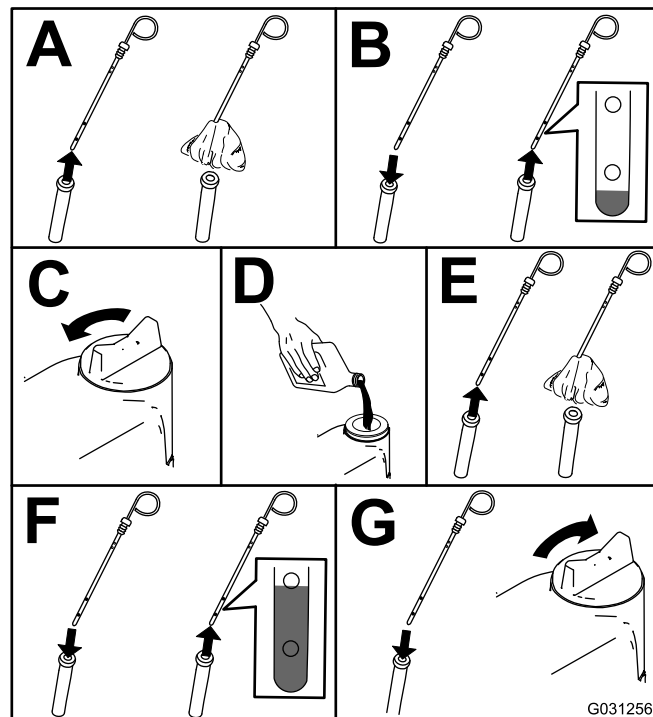

Bild 71
2. Prüfen Sie den Ölstand im Motor (Bild 71).